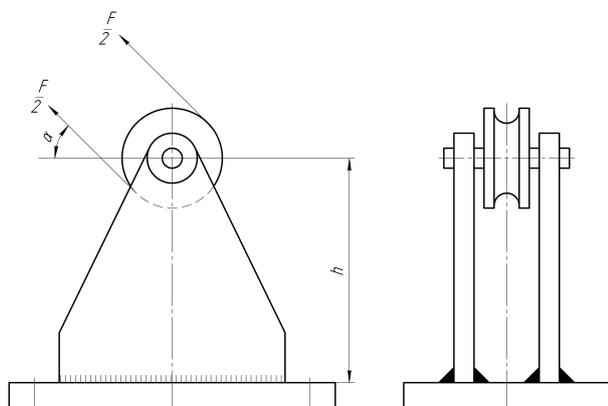

Рис. 1.1. Расчетная схема к задаче № 1
1. Рассчитать сварное соединение, крепящее неподвижный блок монтажного устройства к плите (рис. 1.1), по данным табл. 1.1